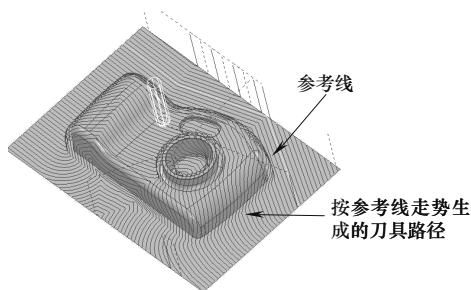

图 4-108 按参考线走势生成的刀具路径
(1) 参考线 当选择一条已经创建好的参考线后, 系统按照参考线的走势来计算三维偏置刀具路径, 如图 4-108 所示。